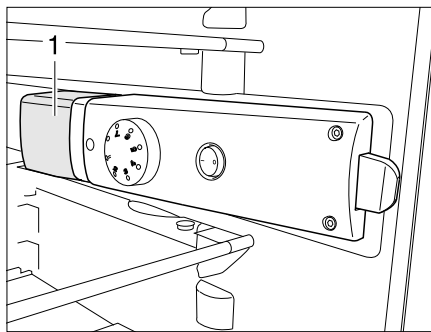

Bild 186 Kühlschrankleuchte
- Von hinten unter die Leuchtenabdeckung (Bild 186,1) fassen und Leuchtenabdeckung ca. 3 mm anheben.